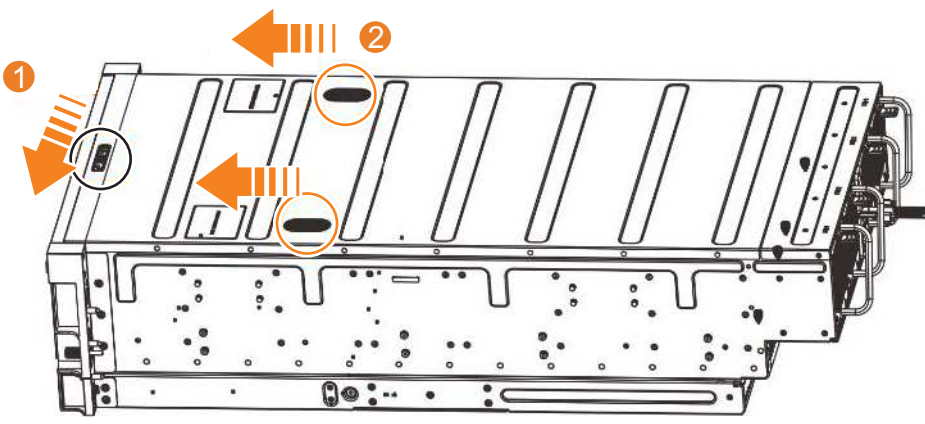

Figura 52. Liberando a tampa do 2145-92F
2. Deslize a trava de liberação (**1**) na direção mostrada em Figura 52.
3. Deslize a tampa para a parte frontal do gabinete de expansão (**2**), conforme mostrado em Figura 52.